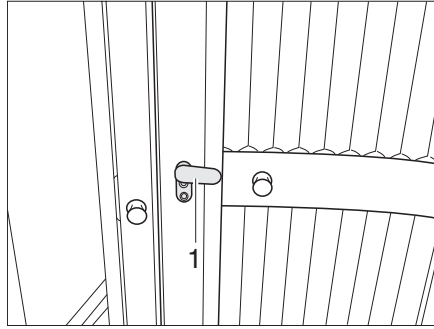

Fig. 295 Inodoro Vario, puerta del lavabo
- Colocar el pestillo (Fig. 295,1) de la puerta del lavabo en posición vertical y extender la parte interior de la puerta.
- Girar la parte interior hacia la puerta de entrada del lavabo y, para cerrar, colocar el pestillo (Fig. 295,1) en posición horizontal.